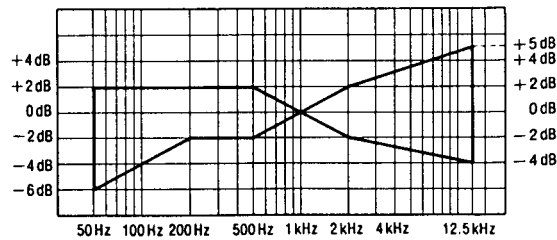

Fig. 5
4. Después de eso, incrementar la señal grabada en la cinta virgen CrO2 (QZZCRX) y la cinta virgen metálica (QZZCRZ) hasta 14kHz y ajustar de la misma manera como mencionado arriba y comprobar que el nivel de frecuencia esté dentro de la gama mostrada en la Fig. 5.